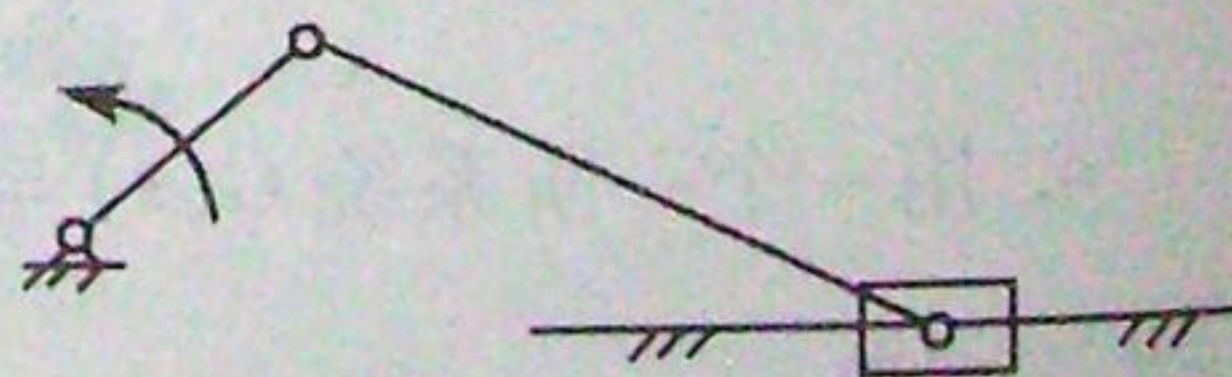

图 3
2. 图 3 示偏置曲柄滑块机构中,滑块的工作行程方向朝右,试从急回特性和压力角两个方面判定图示曲柄的转向是否正确,并说明理由。